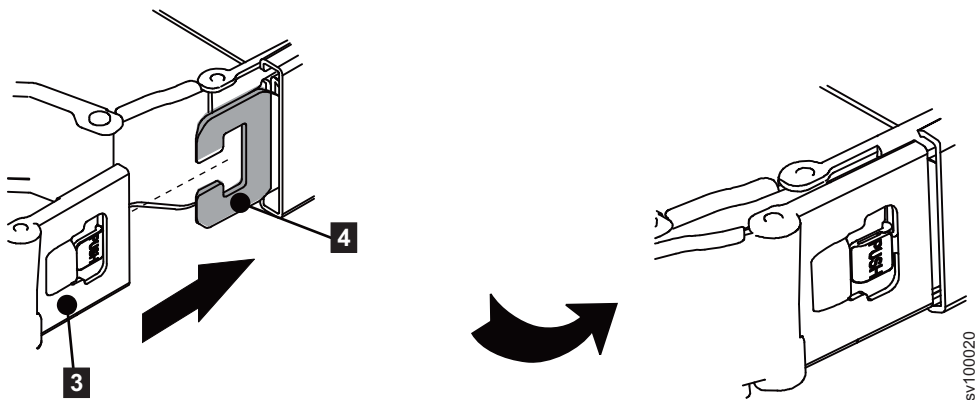

图 18. 安装外部构件
3. 将电缆管理臂外部接口 (3) 安装到外部构件上的电缆管理臂接口基座 (4)。请参阅图 18。